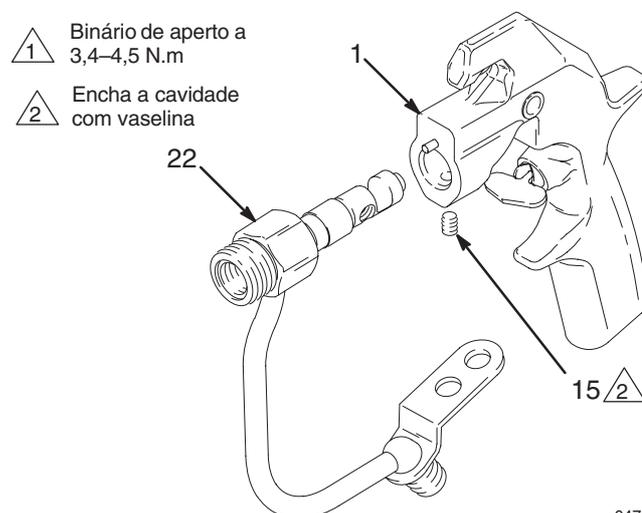

Fig. 18 04736
6. Empurre o alojamento do fluido (22) para o corpo da pistola (1) até ficar totalmente assente. Aperte o parafuso de aperto (15) a 3,4–4,5 N.m. Encha a cavidade do parafuso de aperto com vaselina. Ver Fig. 18.